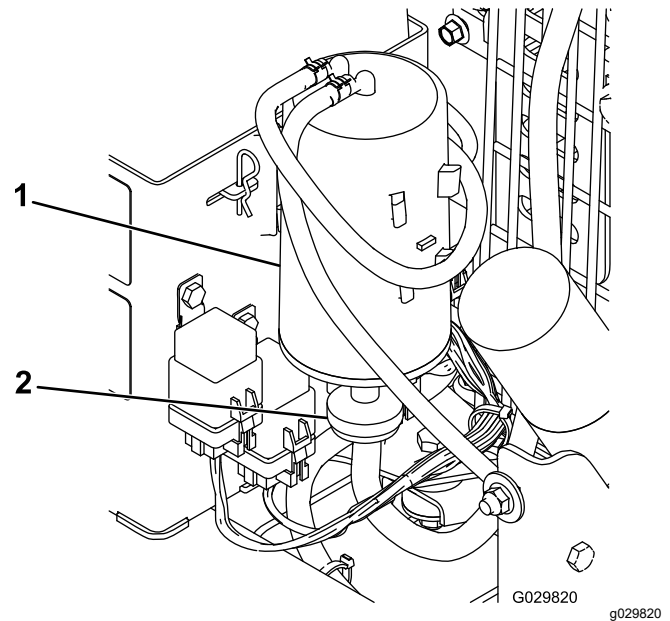

Figura 23
2. Îndepărtați și eliminați filtrul de aer pentru recipientul din carbon, dar păstrați furtunurile (Figura 23).